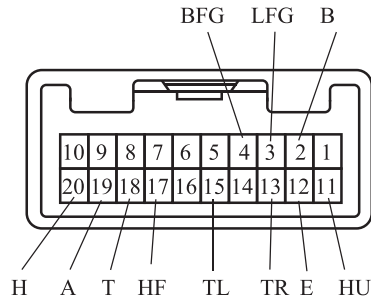

图1-31 变光开关连接器
1) 拆卸前大灯变光开关总成，断开连接器（如图1-31所示）。